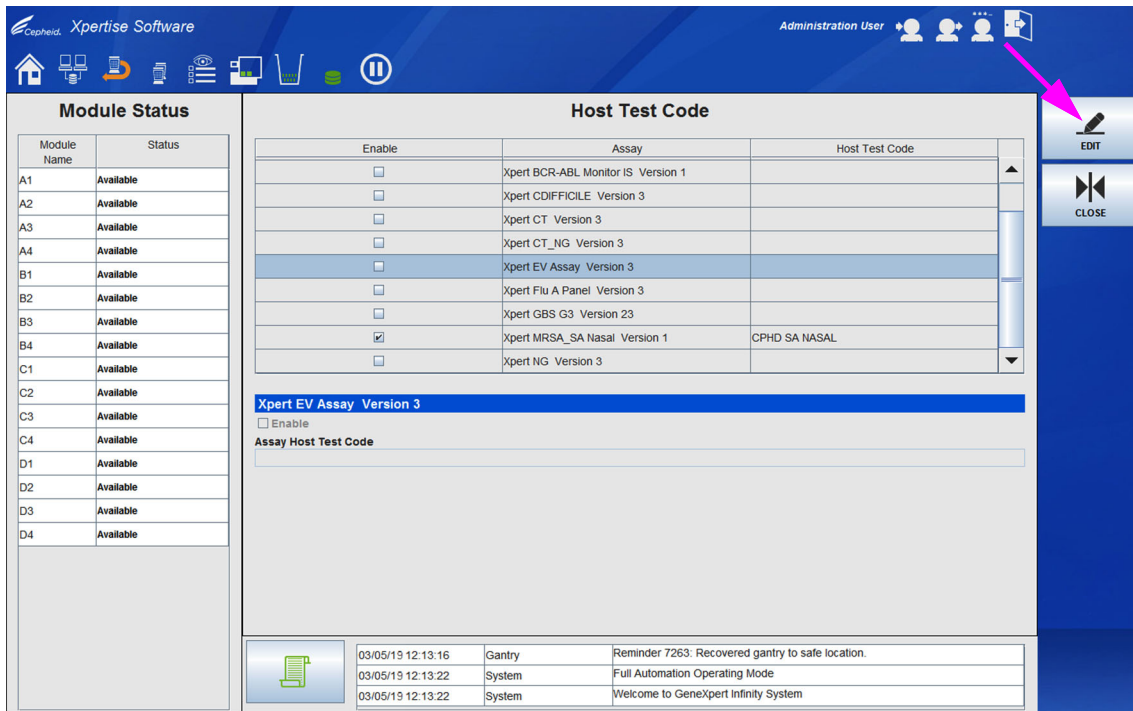

图 2-35. 主机测试代码 (Host Test Code) 工作区
2. 选择**主机测试代码 (HOST TEST CODE)** 按钮（参见图 2-23）。主机测试代码 (Host Test Code) 工作区会显示。请参见图 2-35。
3. 在主机测试代码 (Host Test Code) 工作区，选择**编辑 (EDIT)** 按钮（参见图 2-35）。此时，主机测试代码 (Host Test Code) 工作区已激活，并且可进行编辑。
1. 在主机测试代码 (Host Test Code) 工作区的定义主机测试代码 (Define Host Test Codes) 表部分，突出显示您想要配置的检测法（参见图 2-35），然后选择**编辑 (EDIT)** 按钮。